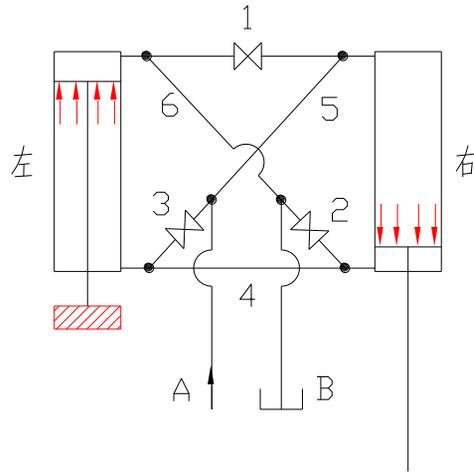

图 1-3-3
- 2、 按“砵活塞退出”使左缸内砵活塞退回木箱（以车头为前方）油路图如图 1-3-3（高压高开，即 4、5、6 号同时开启，视同短路）；